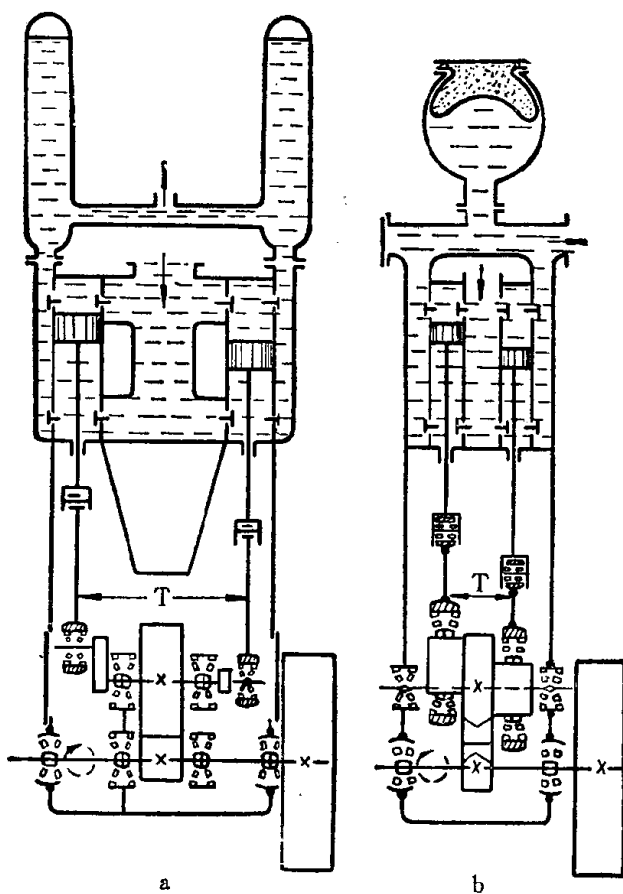

图1 泥浆泵动力端结构示意图
1. 有曲柄轴的结构（图1-a）
2. 有偏心轮的结构 (图1-b)